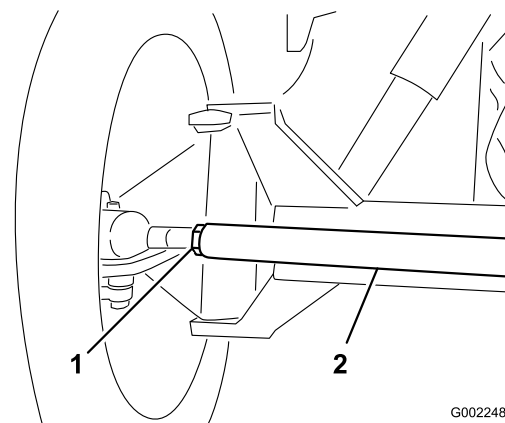

Figure 89
- Si les mesures sont hors spécifications, desserrez les écrous de blocage aux deux extrémités de la biellette (Figure 89).